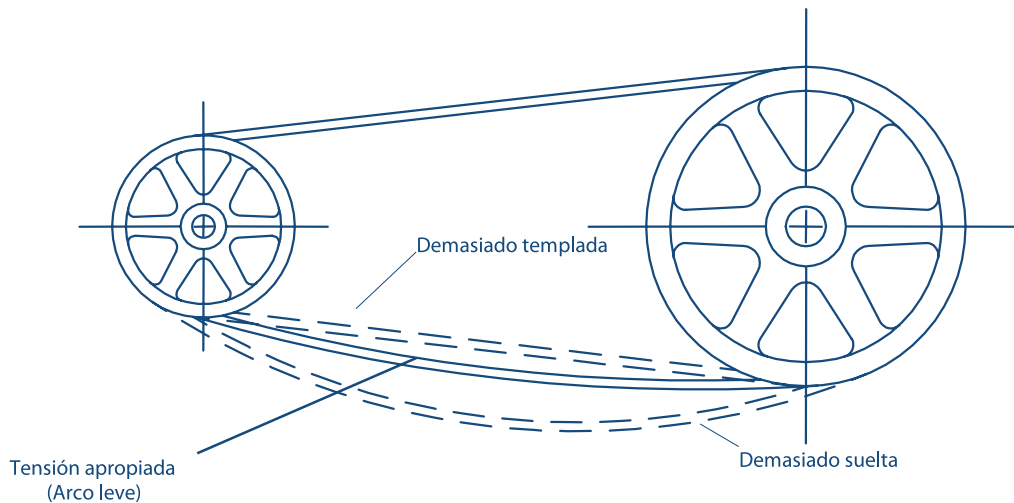

Fig. 4 Tensión de la correa
- (i) Acorte la distancia del centro entre la polea pulsada y la impulsora, de tal manera que, la correa se pueda introducir en las ranuras sin dificultades. Mientras la correa en V está suelta, gire la polea impulsora hasta que toda la correa "suelta" quede de un solo lado. Ahora aumente la distancia central hasta que las correas se sientan bien ceñidas. (Fig.4) Nunca debe "rodar" la correa o forzarla para que entre en las ranuras de las poleas ya que esto puede causar daños a la correa, reducir su vida útil e inclusive romperla. Es más, no es solo difícil sino peligroso instalar las correas de esta manera. Mantenga los medios para ajustar la distancia central libre de suciedad, óxido y arenas. Lubrique los tornillos de ajuste y los rieles de deslizamiento, según sea necesario.